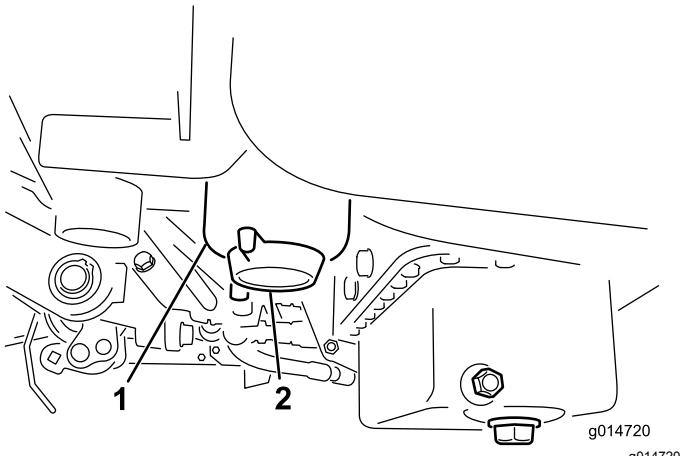

図 30
2. フィルタ容器(**図 30**)の周辺をウェスできれいにぬぐう。
4. フィルタのドレンプラグを開く**図 30**。